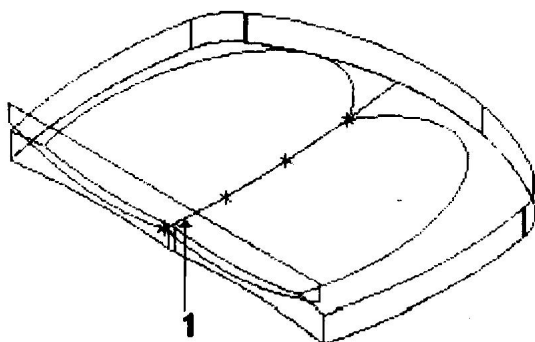

图 2.6 倒角基本图
(1) 关闭渲染。
(2) 从 Solids menu 中选择 fillet, 屏幕显示 Solid Entity 菜单。
(3) 把 Edges 设定为 Y。
(4) 其他选项设定为 N。
(5) 在图 2.6 所示“1”的位置选定几何图形。